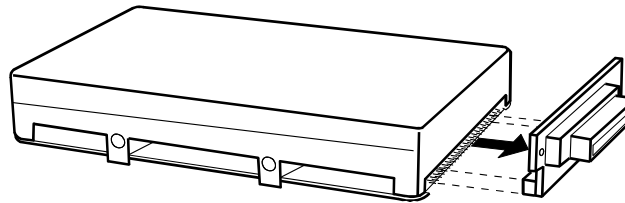

FIGURE 7-9. REMOVING THE HARD DISK DRIVE CONNECTOR CARD
2. ALIGN THE CONNECTOR CARD WITH THE HARD DISK DRIVE CONNECTOR AND FIRMLY PLUG THE CONNECTOR. (REFER TO FIGURE 7-9 EARLIER).